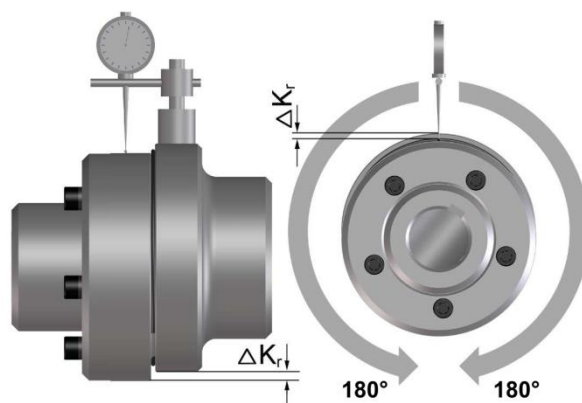

Bild 15
- ❑ Eine ganze Umdrehung (360°) vermessen. Dabei die größte Abweichung ΔK_{r1} sowie die kleinste Abweichung ΔK_{r2} ermitteln (Bild 15). Radialverlagerung $\Delta K_r = 0,5 \times (\Delta K_{r1} - \Delta K_{r2})$ berechnen.